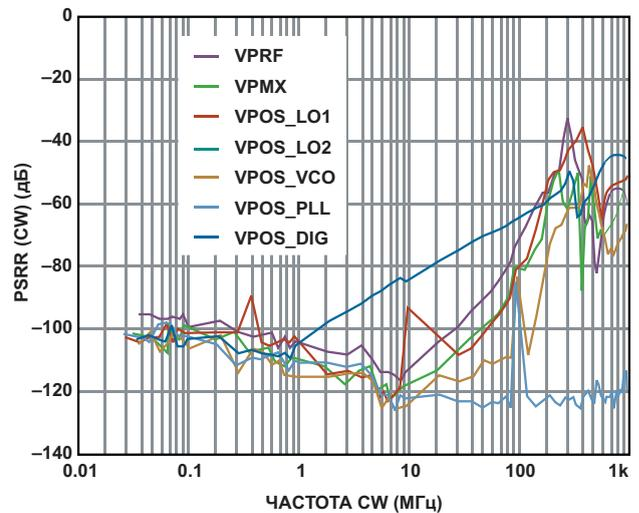

Рисунок 7. Подавление сигнала CW .
Амплитуды мешающего сигнала (CW) на шине питания и модулированных сигналов ($IF \pm CW$) измерялись на соответствующих выходах микросхемы. Шум подмешивался в проверяемые шины питания, в то время как остальные шины оставались чистыми от помех. На Рисунке 6 показана амплитуда составляющей ($IF \pm CW$), когда на вход питания вводится синусоидальный сигнал с уровнем 0 дБ и свипируется в диапазоне от 30 кГц до 1 ГГц. Рисунок 7 иллюстрирует прохождение сигнала частоты CW на выходы микросхемы.